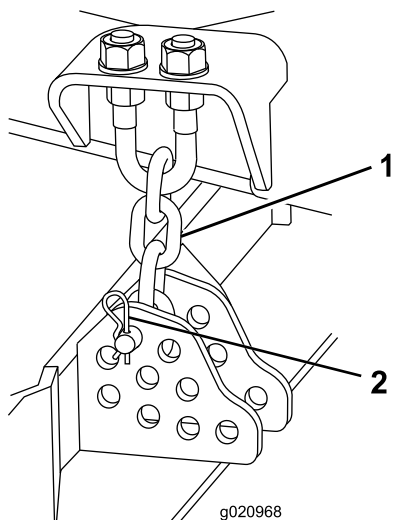

図 17
5. 刈高チェーンをカッティングユニット後部に固定しているヘアピンコッターとクレビスピンを取り外す 図 17。